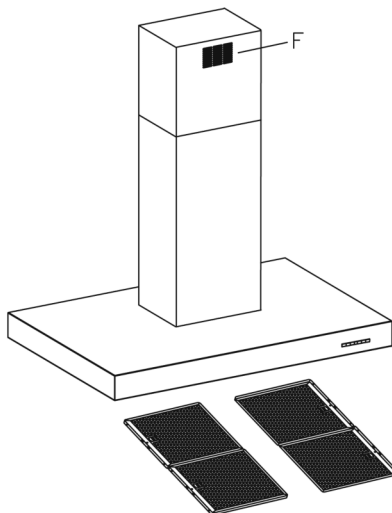

Fig. 6
• **Nettoyage du filtre à graisse:** En fonction de l'usage au moins une fois par mois, démonter les filtres à graisse (Fig. 6), et nettoyer à l'eau chaude et du détergent, ou utilisant le lave-vaisselle, auquel cas, il est recommandé de les placer en position verticale pour éviter le dépôt de déchets alimentaires. Après les avoir rincés et essuyés, les remettre en place en suivant les instructions de démontage à rebours.
- **Limpeza del filtro de grasa:** En virtud del uso y como mínimo cada mes, los filtros de grasa deberán ser desmontados (Fig. 6) y lavados en lavavajillas o en agua caliente y detergente. En el caso de utilizar lavavajillas, es recomendable colocarlos en posición vertical para evitar que los restos de comida se depositen sobre el mismo. Después de haberlos enjuagado y secado colocarlos nuevamente en su lugar, actuando de forma inversa al desmontarlos.